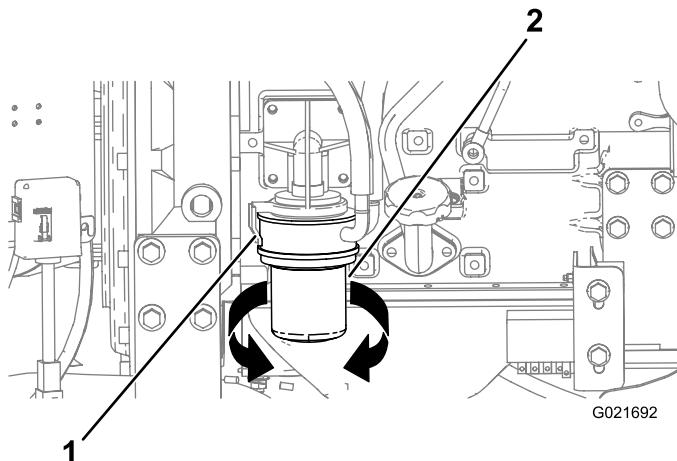

Figura 86
- Coloque un recipiente o varios trapos debajo del filtro de aceite y del adaptador del filtro de aceite (Figura 86).
- Gire el filtro de aceite en sentido antihorario y retire el filtro de aceite (Figura 86).
- Alinee el filtro de aceite con el adaptador y gírelo en sentido horario hasta que la junta del filtro de aceite entre en contacto con el adaptador del filtro de aceite (Figura 86).
- Gire con la mano el filtro de aceite otra media vuelta (Figura 86).